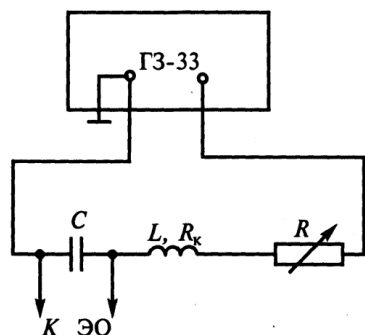

Рис. 10.2.
Схема установки для изучения резонанса напряжений показана на рис. 10.2. Она представляет собой замкнутую цепь из соединенных последовательно катушки индуктивности, одного из двух конденсаторов, смонтированных на общей панели,
*Соберите* измерительную цепь для выполнения **Задания 1** в соответствии с рис. 10.2. Для этого *соедините* конденсатор  $C_1$ , катушку и декаду сопротивлений последовательно. *Подключите* свободный вывод декады сопротивлений к верхнему из зажимов «выход» генератора, а конденсатор – к среднему. *Проверьте*, чтобы средний и нижний зажимы «выход» были замкнуты перемычкой.